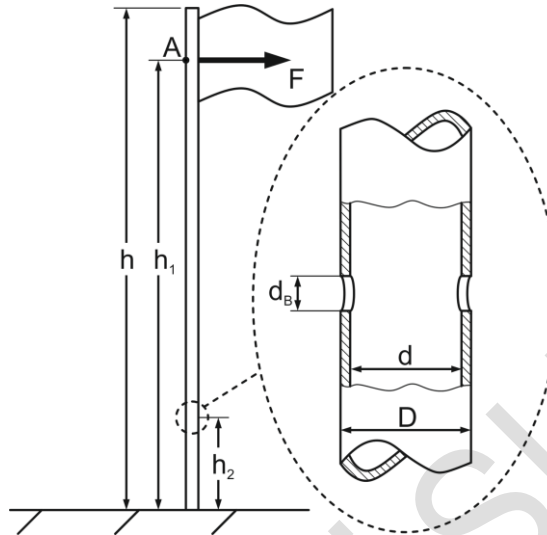

Abbildung 1.3: Fahnenmast mit Bohrung
- d) Um am Mast einen Papierkorb zu installieren, wurde in einer Höhe von $h_2 = 90\text{cm}$ über dem Boden der Mast mit einer Bohrung versehen (siehe Abbildung 1.3). Der Bohrungsdurchmesser beträgt $d_B = 8\text{mm}$. Kann bei einer statischen Fahnenkraft von $F = 20\text{N}$ Fließen im Kerbbereich der Bohrung mit üblicher Sicherheit ausgeschlossen werden?